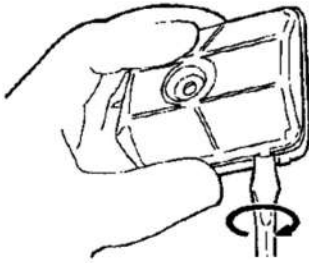

Рис. 16.1
11. ТЕХНИЧЕСКОЕ ОБСЛУЖИВАНИЕ**ТЕХНИЧЕСКОЕ ОБСЛУЖИВАНИЕ ПОСЛЕ КАЖДОГО ИСПОЛЬЗОВАНИЯ:****1. Воздушный фильтр (рис. 16.1).**